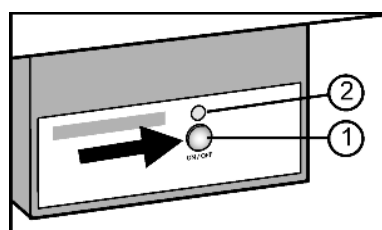

Fig. 6
- Premere il tasto On/Off Fig. 6 (1) finché si illumina il LED Fig. 6 (2).